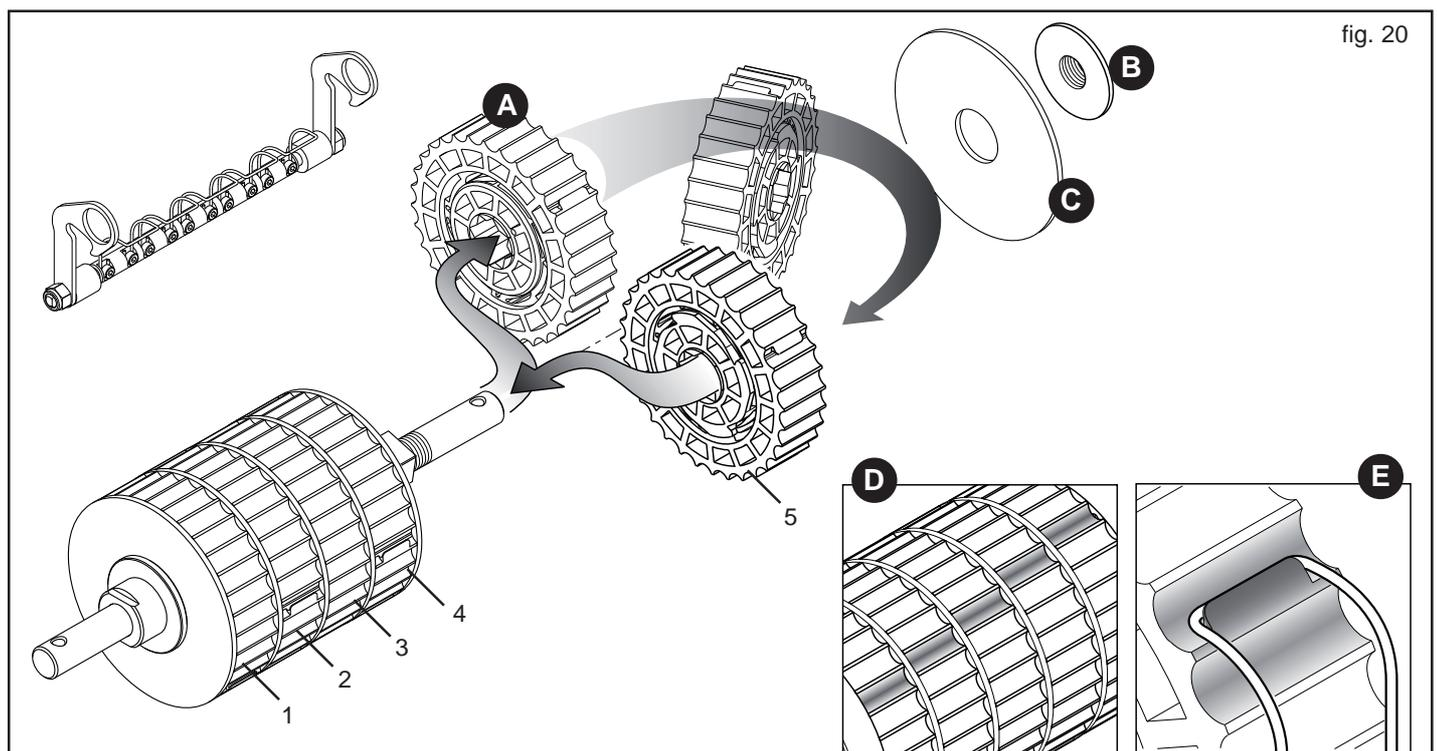

fig. 20
Vorausgesetzt, dass jedes Element (A, Abb. 20) 20% der gesamten Dosierrolle verteilt, können die arbeitenden Elemente erhöhen werden, um die Drehgeschwindigkeit des Getriebes zu reduzieren und um dadurch eine gleichmäßigere Produktstreuung zu erhalten.
Nach dem Abbau der Dosierrolle von dem Gerät ist der Kugelgriff (B, Abb. 20) mit dem beigegebenen Schraubenschlüssel abzuschrauben und dann ist die Feststellnutmutter (C) zu entfernen. Das ausgeschlossene Element oder die ausgeschlossenen Elemente abziehen und um 180° gedreht wieder anbringen, **wobei die korrekte Position der einzelnen Elemente einzuhalten ist** (1-2-3-4-5, Abb. 20).
Beim Anbringen der Elemente ist derart vorzugehen, dass die Kehlen der aktiven Elemente bei der Arbeit zueinander verschoben sind (D, Abb. 20), um eine kontinuierliche Streuung zu gewährleisten.
Das Reinigungselement in der Arbeitsposition festspannen und sicherstellen, dass die Federn an den entsprechenden, auszuschließenden Elementen (E, Abb. 20) befestigt sind, um deren Drehung und folglich die Streuung zu verhindern.